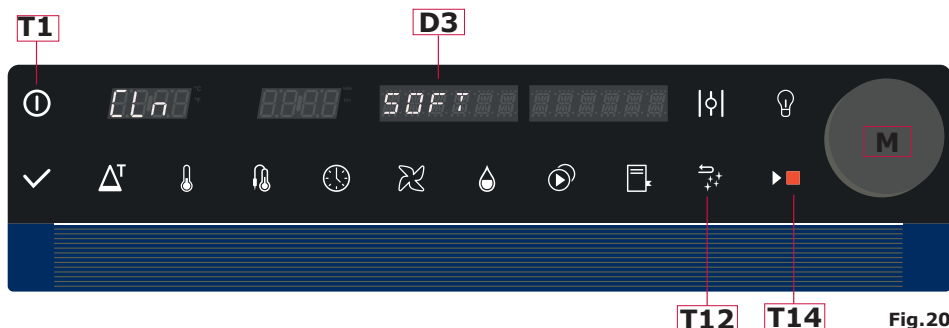

Fig.20
- Encender el horno mediante la tecla **T1** (Fig.20).
- Presionar simultáneamente **T12** (Fig.20) y el pomo **M**.
- La pantalla **D3** (Fig. 20) visualizará el tipo de lavado. Girando el pomo **M** se puede elegir entre lavado **SOFT** (ligero), **NORM** (medio) o **HARD** (intenso) en base al tipo y a la cantidad de suciedad en el interior de la cámara de cocción.
- Una vez elegido el tipo de lavado adecuado presionar la tecla **T14** (Fig.20) para iniciar el lavado automático. **El lavado funciona sólo con la puerta cerrada.**
Durante el lavado la pantalla **D3 (Fig.20)** visualizará las siguientes fases: